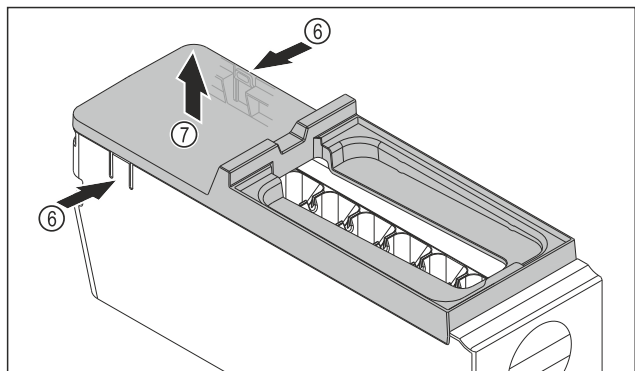

Fig. 132
- ▶ Зняти кришку з корпусу EasyTwist-Ice: натиснути однією рукою на накладки Fig. 132 (6) з обох боків корпусу EasyTwist-Ice.
- ▶ Зняти кришку Fig. 132 (7), потягнувши її вгору іншою рукою.